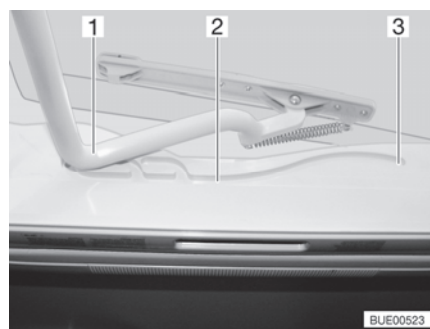

Bild 31 Spår (Heki-taklucka)
- Dra in bygeln (Bild 31,1) i spåren (Bild 31,2) till den bakersta positionen (Bild 31,3).
- Tryck bygeln (Bild 31,1) lätt uppåt med båda händerna.
- Drag bygeln till önskad position i spåret (Bild 31,2).